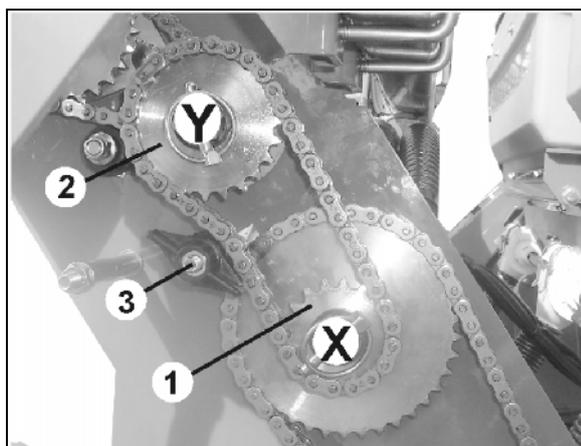

Fig. 51
3. Soltar el tensor de cadena (Fig. 51/3) mediante la tuerca de mariposa.
4. Retirar el pasador clavija de las ruedas de cadena (Fig. 51/1, 2).
5. Quitar ambas ruedas de cadena (Fig. 51/1, 2) junto con la cadena de los ejes hexagonales.
6. Montar las ruedas de cadena (Fig. 51/1, 2) con cadena intercambiada en los ejes hexagonales y asegurar con un pasador clavija.